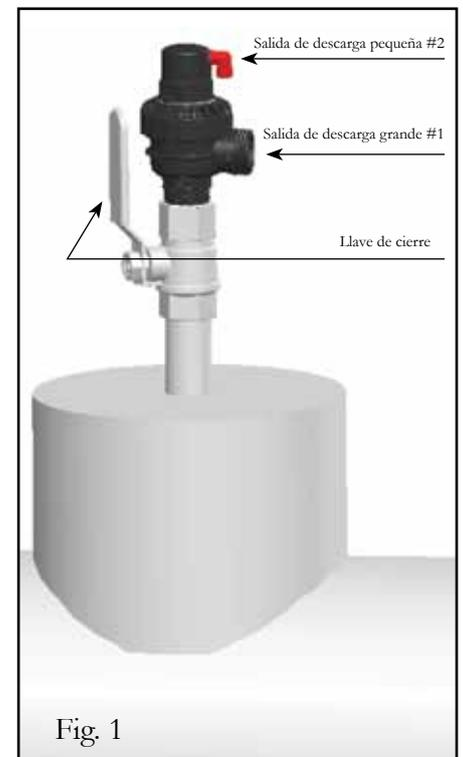
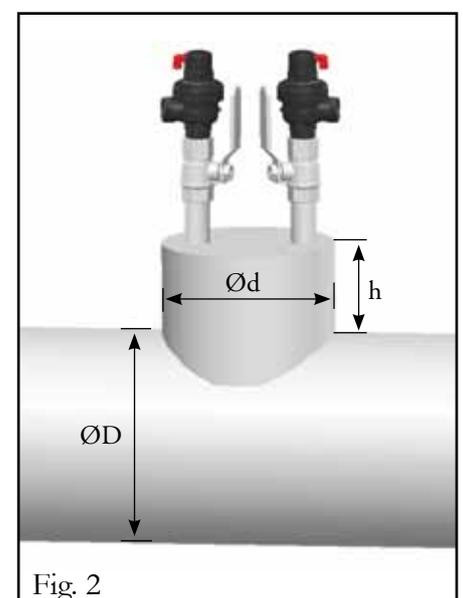

Fig. 1
Fig. 2
**Instalación de un tubo vertical:** Se recomienda instalar la válvula de aire Modelo D-070-P sobre un tubo vertical o elevador (ver la Fig1). El diámetro y la altura del tubo vertical deben corresponder a los datos de la tabla siguiente (ver también la Fig. 2):
**Conector múltiple:** Si se trata de conexiones múltiples, la ventosa debe instalarse únicamente sobre conectores múltiples soldados. Se instalarán con la salida de descarga/codo de drenaje en direcciones opuestas (Fig. 2).
**Codo de drenaje:** Es imprescindible incorporar un codo de drenaje a la salida de descarga (#1); el diámetro del codo de drenaje debe ser como mínimo igual al diámetro de la salida de descarga #1 (Fig. 1). El codo de drenaje se suministra como estándar junto con la válvula de aire D-070P.
**Advertencia:** Tenga cuidado de no poner las manos ni colocar ningún objeto en la salida de descarga #1 (Fig. 1).
1. Cerrar la llave de cierre (Fig.1) del tubo vertical debajo de la válvula de aire.
2. Abrir lentamente el anillo de cierre (6) hasta que empiecen a salir el agua y el aire. Esperar a que concluya toda la evacuación de agua y aire antes de proseguir.